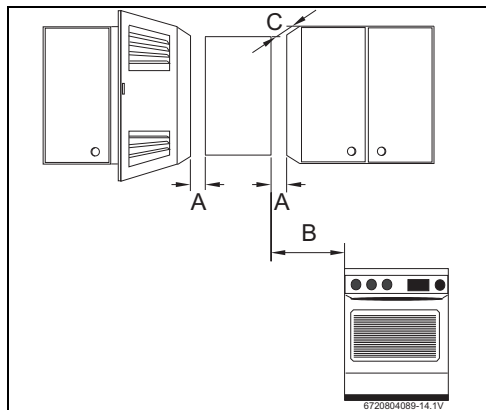

Fig. 11 Distancias mínimas
- Respetar las medidas mínimas de instalación indicadas en la Fig. 11.
- Garantizar un buen acceso para realizar los trabajos de mantenimiento respetando siempre las distancias mínimas indicadas en la Fig. 11.